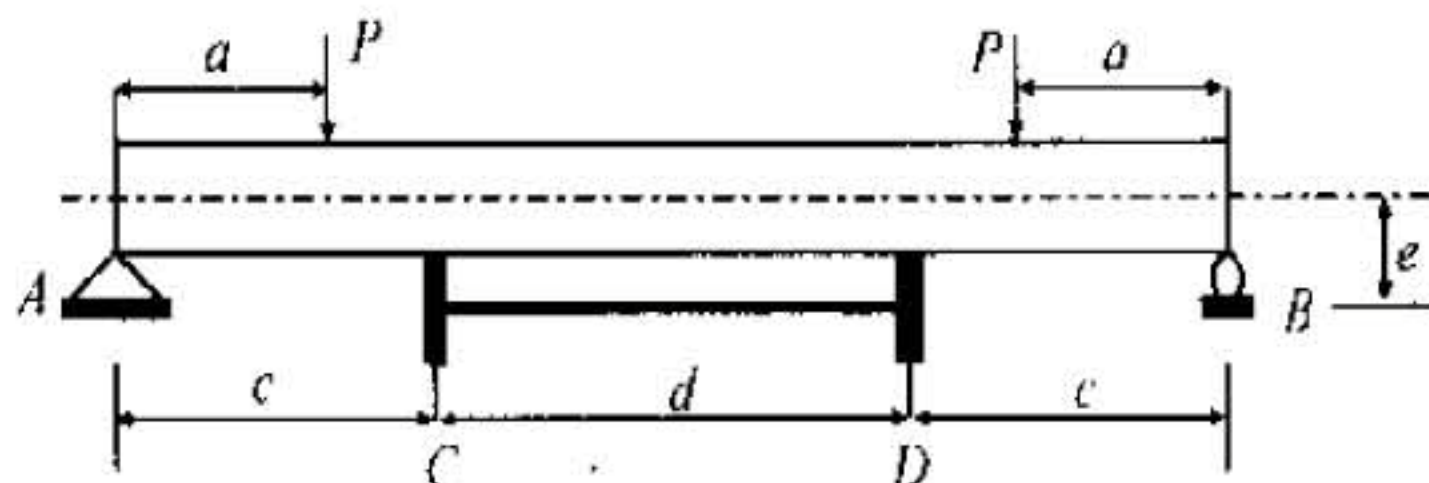

图 4
5. 图 4 所示一加强梁结构，受力和尺寸如图。其中梁为矩形梁，横截面面积为  $A$ ，抗弯截面系数为  $W$ ，弹性模量为  $E$ ，拉杆材料与梁相同，截面为圆形，面积为  $A_0$ 。试进行理论分析。为求出  $CD$  段内的弯矩  $M$  和拉杆的拉力  $N$ ，试设计应变片的布置和接桥方法。